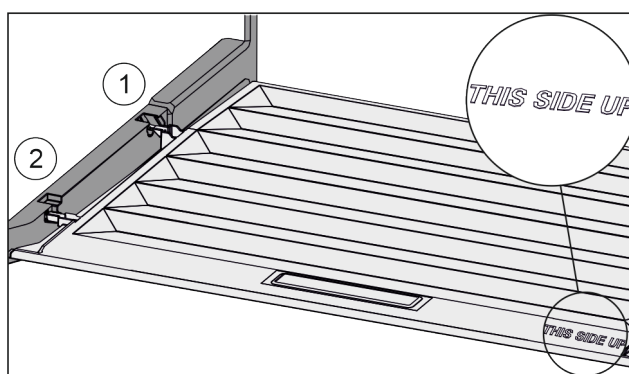

Fig. 54
- Inserire le nervature del coperchio attraverso l'apertura del supporto posteriore Fig. 54 (1) e innestare anteriormente nel supporto Fig. 54 (2).